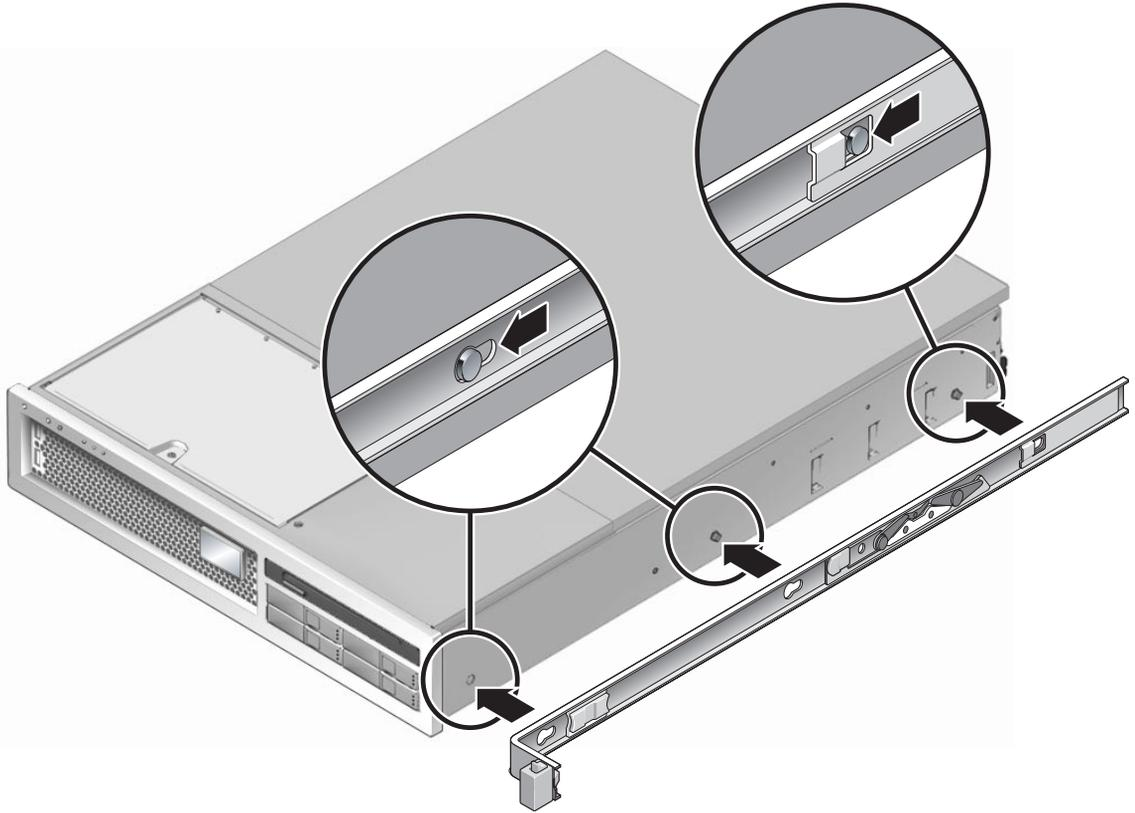

FIGURE 2-4 Fixation d'un support de montage au châssis
- a. Placez le support de montage contre le châssis (voir FIGURE 2-4) de sorte que le verrou du rail coulissant se trouve à l'avant et que les trois ouvertures du support de montage soient alignées sur les trois broches de repère sur le côté du châssis.
- c. Vérifiez que les trois broches de repères sont piégées dans les ouvertures et que la broche de repère arrière a engagé le verrou du support de montage, comme indiqué dans la partie droite de la FIGURE 2-4.